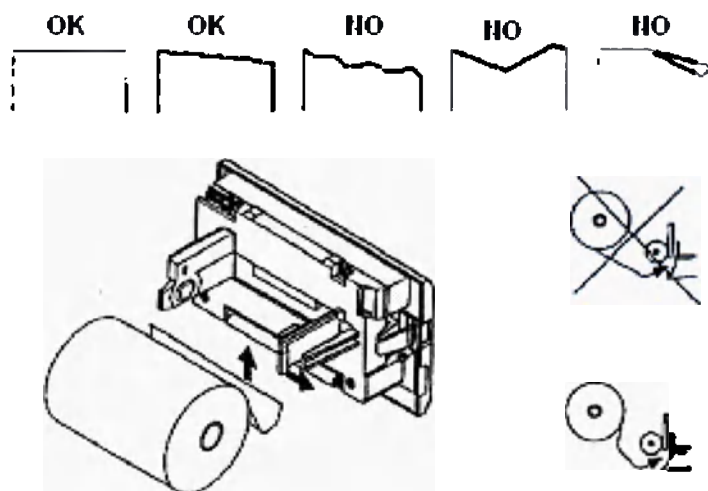

Рис. 11.24: Замена рулона бумаги
6. Введите бумагу в подачу бумаги крышки принтера (смотрите чертеж на крышке принтера или рисунок 11.24). Обратите внимание на соответствие направления наматывания. Теперь бумага будет втягиваться внутрь автоматически.